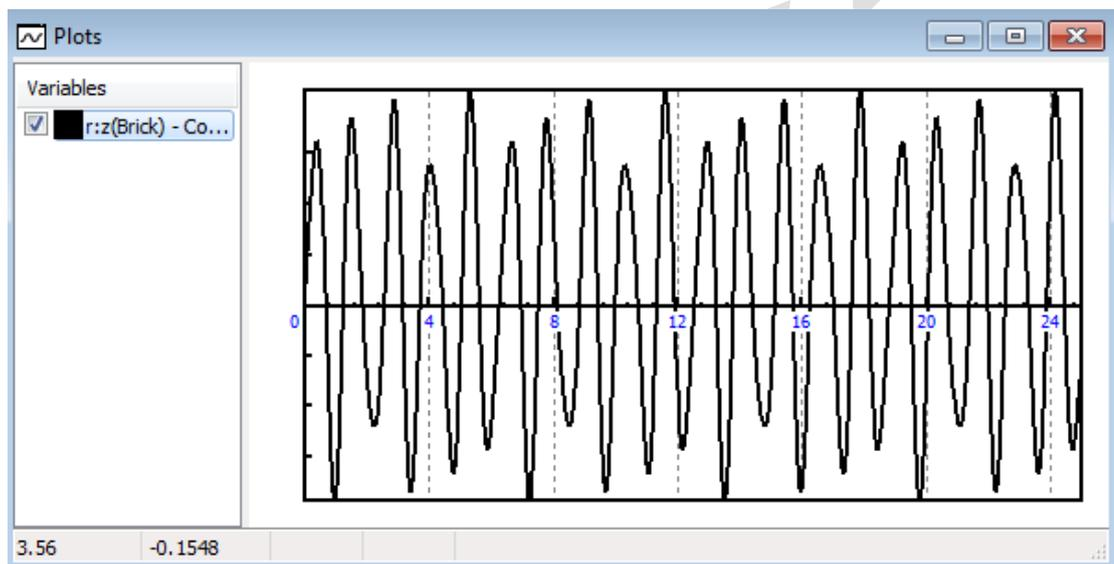

图 2.25 受迫振动 ($\omega = 8\text{rad/s}$)
4. 点击 **Integration** 开始仿真。可以看到，刚体 **Top** 也在运动，刚体 **Brick** 垂向位移的时程曲线如图 2.25 所示。